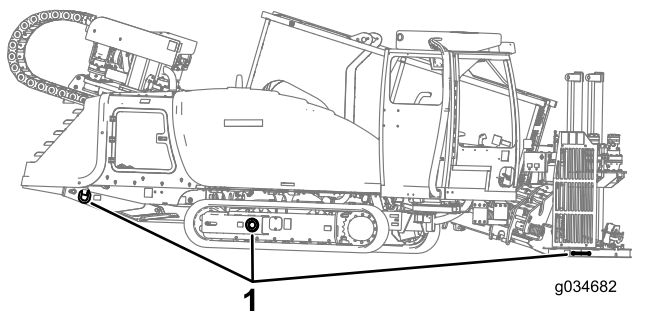

**Bild 39**
9. Verwenden Sie geeignete Ketten und Beschläge, um die Ringe am linken und rechten Kettenrahmen sowie die Verankerungsplatte auf dem Anhänger zu befestigen (Bild 39).